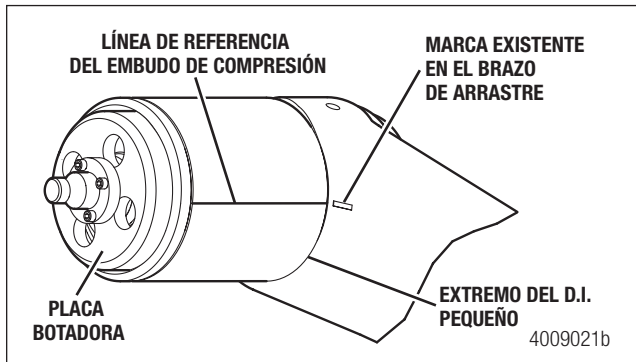

Figura 7.17
7. Coloque el extremo de D.I. pequeño del embudo de compresión con el buje sobre el perno de acoplamiento en el tubo de buje del brazo de arrastre. Alinee la marca indicadora en el embudo de compresión con la marca existente en el brazo de arrastre. Figura 7.17.
9. Verifique que la línea indicadora en el embudo de compresión esté alineada con la marca existente en el brazo de arrastre. Figura 7.17.